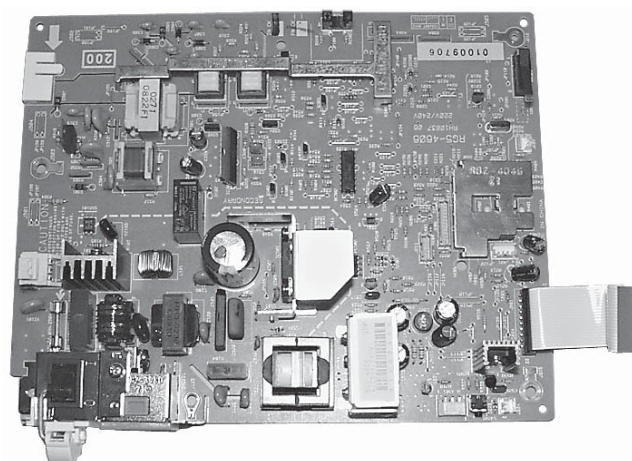

Рис. 6. Блок питания и управления
24. Откручиваем и снимаем форматор принтера. Не повредите шлейф, идущий к навесному сканеру! Откручиваем и снимаем блок питания и управления принтера (см. рис. 6).